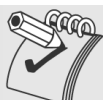

Fig.3
- pressione o botão  para acessar o menu de programação; o display acende como mostrado na Fig.3;
- pressione o botão  para acessar o menu de programação; o display acende como mostrado na Fig.3 e o símbolo acende;